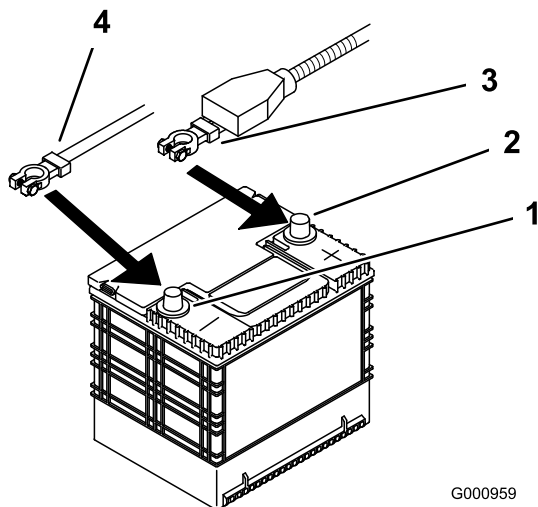

Figure 43
4. Commencez par débrancher le câble négatif de la batterie de la borne négative (-) de la batterie (Figure 43).
5. Ôtez le capuchon rouge de la borne positive (rouge) de la batterie. Débranchez ensuite le câble positif (rouge) de la batterie (Figure 43).
4. Fixez les câbles à l'aide de 2 boulons (1/4 x 3/4 po), 2 rondelles (1/4 po) et 2 contre-écrous (1/4 po) (Figure 43).